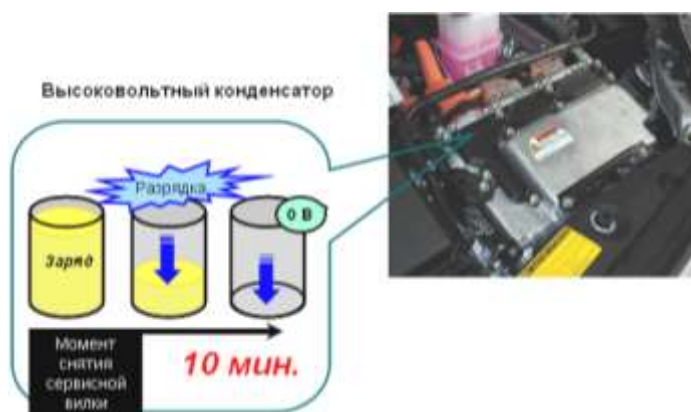

Рис. 3. Разряд высоковольтных конденсаторов
5. После снятия сервисной вилки подождать 10 минут, для разрядки высоковольтного конденсатора (рис. 3).